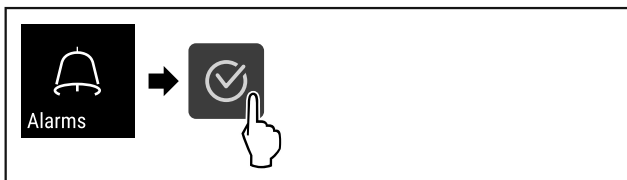

Fig. 121
- ▶ Провести етапи операцій (див. Fig. 121) .